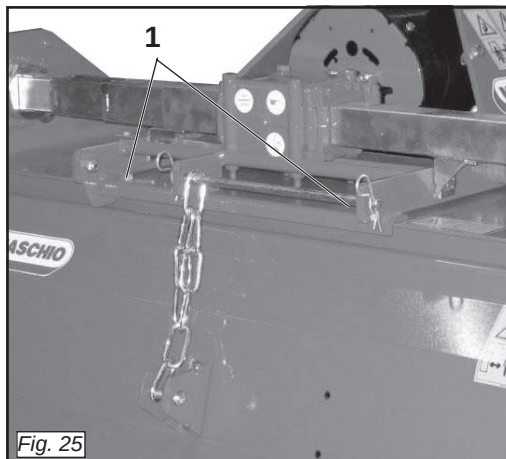

Fig. 25
- 2) Allentare le viti (1 Fig. 25) che fissano la staffa e lasciarle libere.
- 2) *Slacken the screws (1 Fig. 25) that fix the bracket and leave these free.*
- 2) Desserer les vis (1 Fig. 25) de fixation de bride pour les libérer.
- 2) *Die Schrauben (1 Abb. 25) welche die Bügel festhalten, losschrauben und sie frei lassen.*
- 2) Aflojar los tornillos (1 Fig. 25) que fijan los estribo y dejarlos libres.